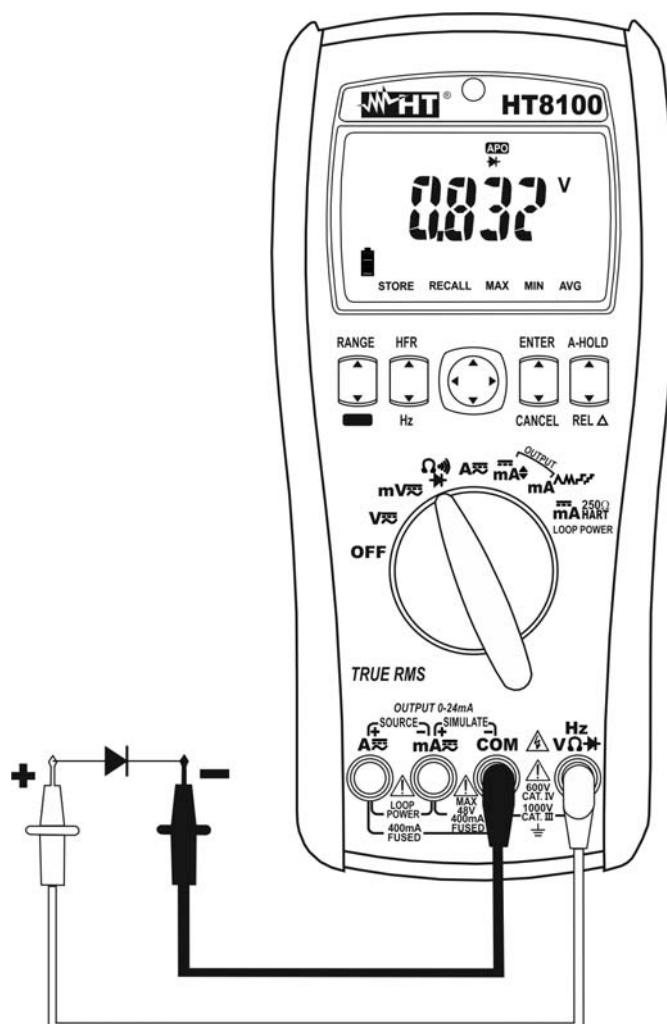

Fig. 7: Uso del instrumento para la Prueba de Diodos
4. Posicione las puntas en los extremos del diodo en examen respetando las polaridades indicadas (vea Fig. 7). El valor de la tensión de umbral en polarización directa se muestra en el visualizador. Para una buena unión P-N el instrumento debe visualizar un valor incluido entre 0.4 y 0.9V. Si el valor de la tensión de umbral es de 0mV la unión P-N del diodo está en cortocircuito.
5. Si el instrumento visualiza el mensaje "**OL**" los terminales del diodo están invertidos respecto a lo indicado en Fig. 7 o bien la unión P-N del diodo está dañada.